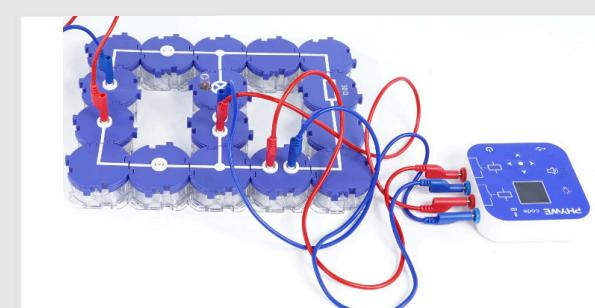

Fig. 4
- Relier les deux connexions inférieures au circuit de la résistance. (Fig. 4)